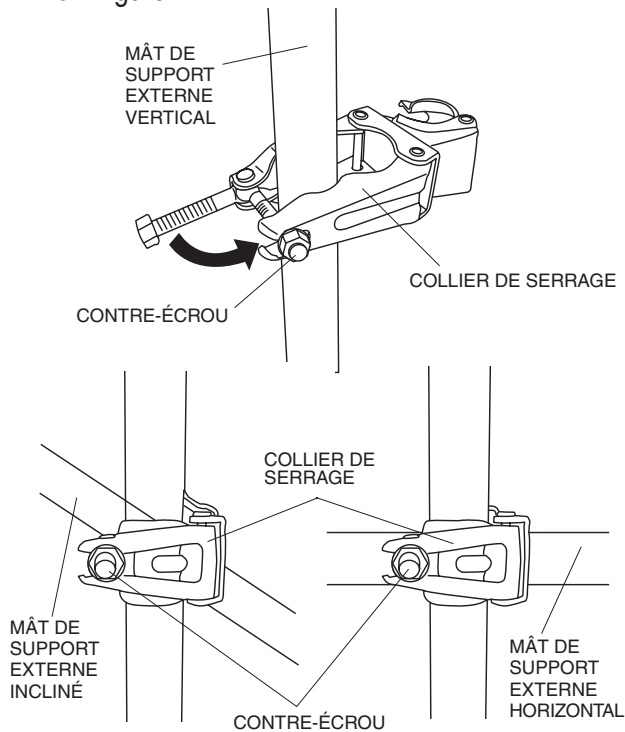

Figure 27. Fixation des colliers de serrage
1. Fixer un des colliers de serrage fournis avec le GBS au mât de support externe. Les colliers de serrage peuvent être fixés au mât vertical, horizontal ou incliné. Voir Figure 27.